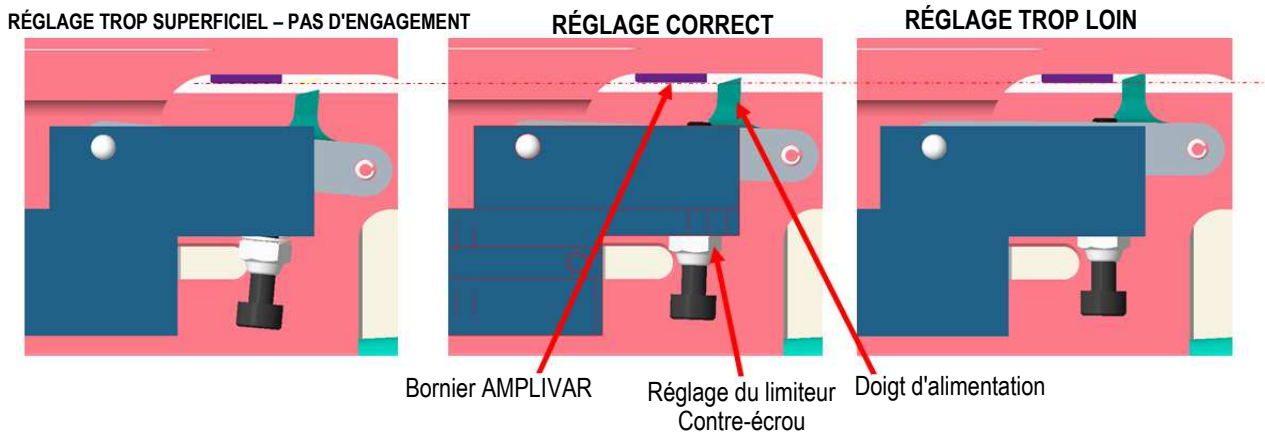

Figure 18
2. Charger le bornier jusqu'à ce qu'il atteigne le doigt d'alimentation. NE PAS CHARGER le bornier au-delà du doigt d'alimentation (voir Figure 18).
3. Ajuster l'écrou hexagonal de blocage du couple (986965-7) jusqu'à ce que le doigt d'alimentation soit ajusté (voir Figure 18).
Le frein doit appliquer suffisamment de pression sur le bornier pour éviter que le doigt d'alimentation ne le fasse revenir en arrière lorsqu'il se rétracte pour récupérer le point d'alimentation suivant. Si nécessaire, appliquer les réglages suivants (voir Figure 18).
3. Tourner la roue de réglage (2161481-1) jusqu'à la dimension « L » appropriée à la cosse en cours de traitement (voir Figure 18). Voir le dessin 2161490 pour connaître la dimension « L » pour les cosses AMPLIVAR.